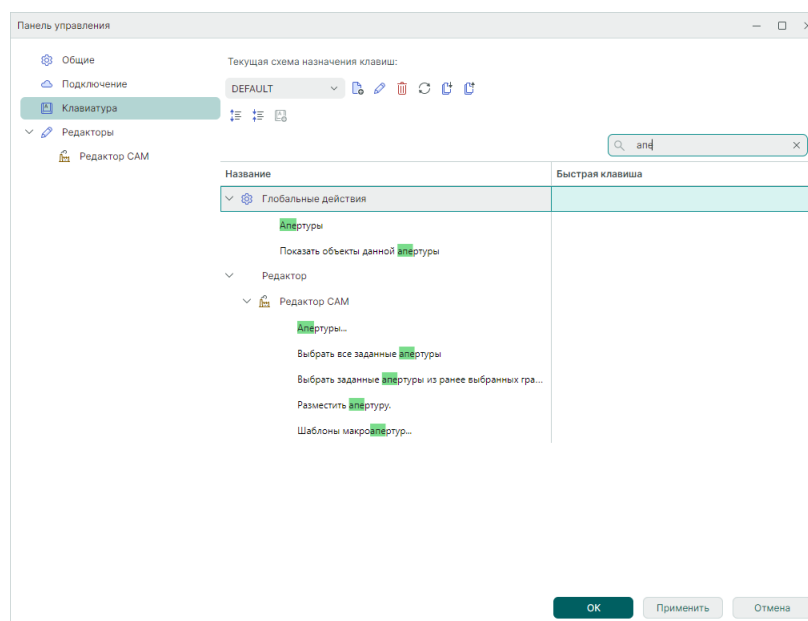

Рис. 72 Поиск действий, клавиш, комбинаций клавиш
1. Установите курсор в поле «Поиск...» и введите наименование требуемого действия. По совпадению введенных букв поисковая система отфильтрует имеющиеся действия, см. Рис. 72.